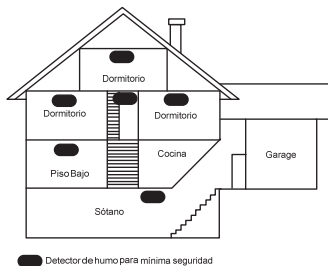

Figura 2: Ubicaciones de instalación para detectores de humo y calor en casas o apartamentos de varias plantas
- Instalar un detector de humo y calor en cada planta si la casa tiene varias (*ver la Figura 2*).